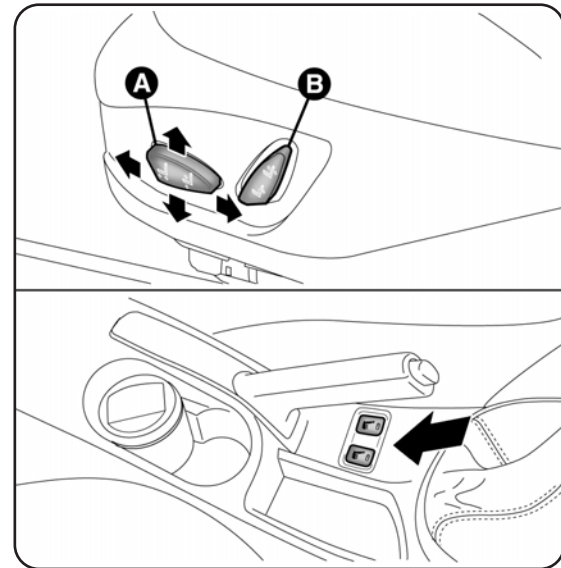

fig. 17
**SIÈGES AVANT AVEC RÉGLAGE ÉLECTRIQUE fig. 17** (pour les versions/marchés qui le prévoient)
**Chauffage des sièges fig. 17**